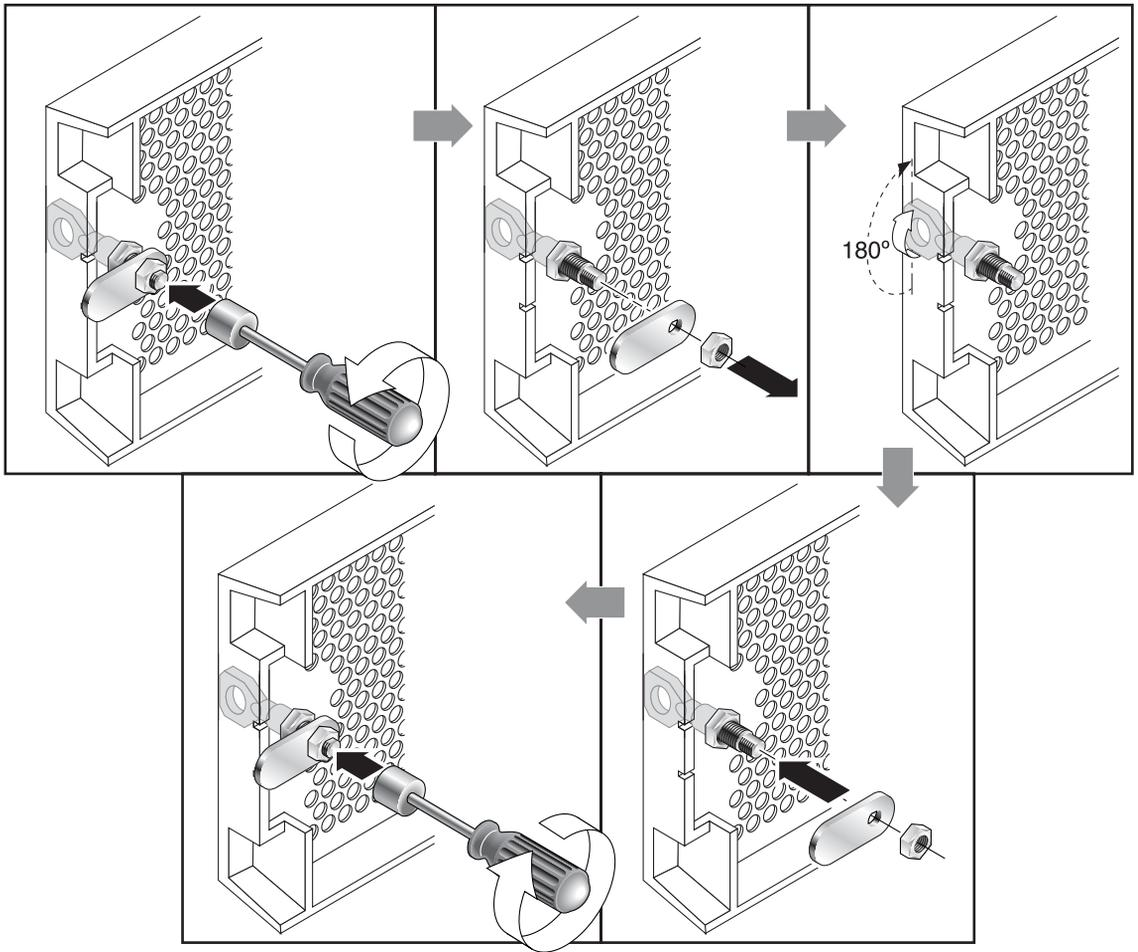

图 4-2 改装前盖锁使钥匙无法取下的步骤
3. 将钥匙固定到原位置，使用 12 毫米或 3/8 英寸螺母扳手卸下用于固定棘爪的螺母，如图 4-2 的第一幅图所示。
4. 从锁身的螺纹部分抬起棘爪，如图 4-2 中第二幅图所示。
6. 用钥匙将锁转动 180 度，如图 4-2 中第三幅图所示。
7. 以原先的朝向装回棘爪，如图 4-2 中第四幅图所示。
8. 将钥匙固定到原位置，使用螺母扳手重新拧紧用于固定棘爪的螺母，如图 4-2 中第五幅图所示。一定不要让该螺母滑丝。